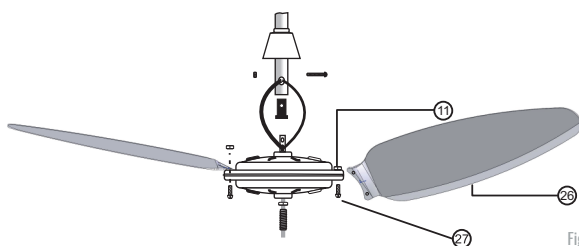

Fig. 04
Fixe o conjunto de garra e pá (já fixados conforme fig. 04) no motor com parafusos (19) e porcas (11). Obs: As garras devem estar fixadas na parte superior do motor (Fig.1).